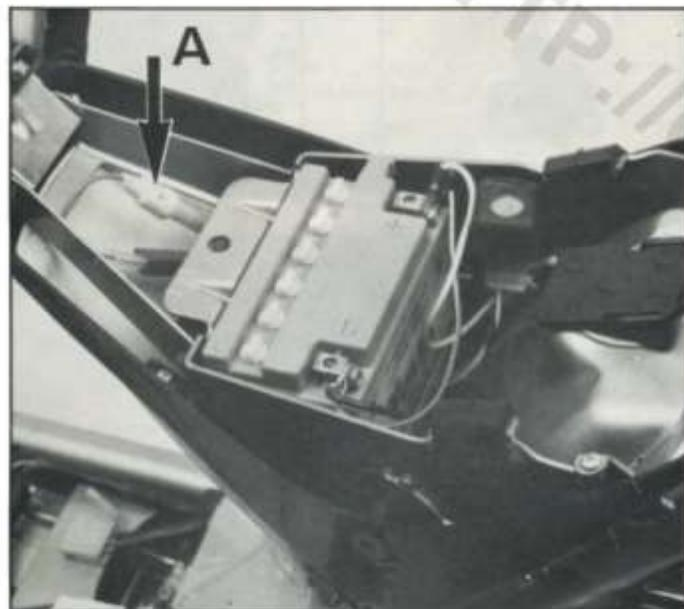
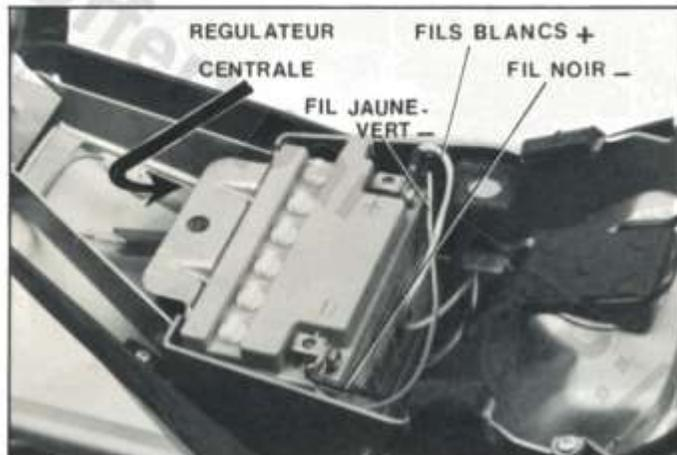

Fig. 29
Fig. 30
Vérifier l'état du fusible 10 ampères (A) situé sous la selle (fig. 29).
## BATTERIE 12 V 4 AH (fig. 30)
Le rôle de la batterie est d'alimenter le démarreur électrique. Le circuit batterie est protégé par un fusible (A - fig. 29). Par ailleurs, la batterie est chargée par l'intermédiaire d'un régulateur (fig. 30).
En cas de besoin, remplacer la centrale (fig. 30).